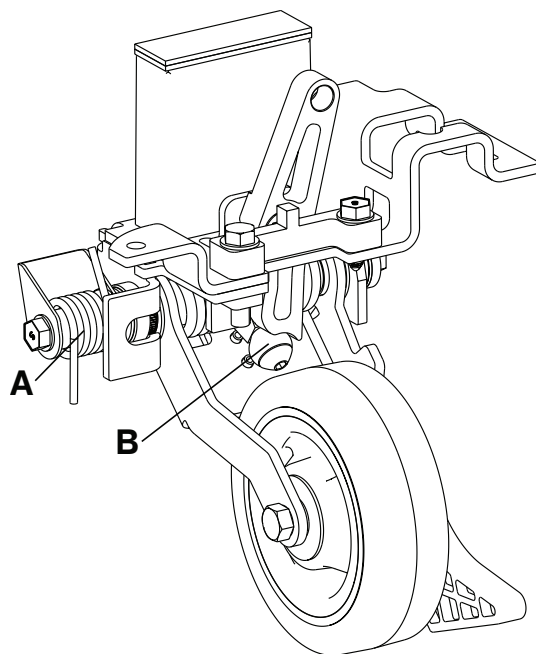

図 22 – 格納式第5輪を潤滑する
3. MPG-3潤滑油をスプリング (A) およびローラー (B) に塗布します (図 22)。